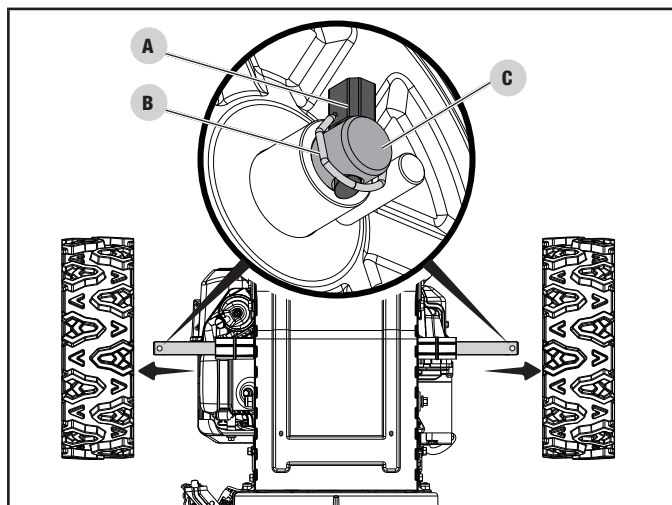

Figure 1
Retirez les roues de chaque côté pour faciliter l'assemblage de la poignée inférieure. Basculez la souffleuse à neige sur l'avant du boîtier de la vis sans fin pour surélever les roues à une hauteur de travail pratique. Les prochaines étapes de l'assemblage de la poignée et de la bielle de commande de vitesse sont plus faciles à effectuer lorsque la souffleuse à neige est placée à l'avant du boîtier de la vis sans fin. Pour chaque roue, repérez l'axe (A) maintenant la roue en place. Notez l'orientation de l'axe, avec le côté court de l'extrémité biseautée vers l'extrémité de l'arbre, pour faciliter le pivotement de l'anneau de levage en position fermée. Soulevez l'anneau (B) autour de l'essieu (C), puis tirez la goupille (A) qui maintient la roue (fig.1). Répétez pour l'autre côté. Enlevez les roues.